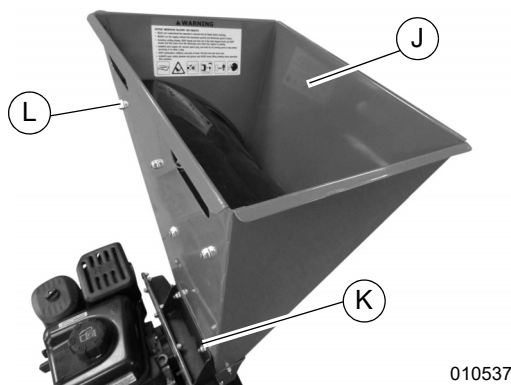

Figure 2-7. Fixation de l'ensemble trémie-carter de broyeur à marteaux
6. Voir Figure 2-7. Attacher l'ensemble trémie-carter de broyeur à marteaux (J) avec neuf écrous-freins à embase de 5/16-18 (K) à l'aide d'une clé de 1/2 po.
7. Monter l'ensemble volet de trémie de broyeuse et support avec trois écrous-freins à embase de 1/4-20 (L) à l'aide d'une clé de 7/16 po.